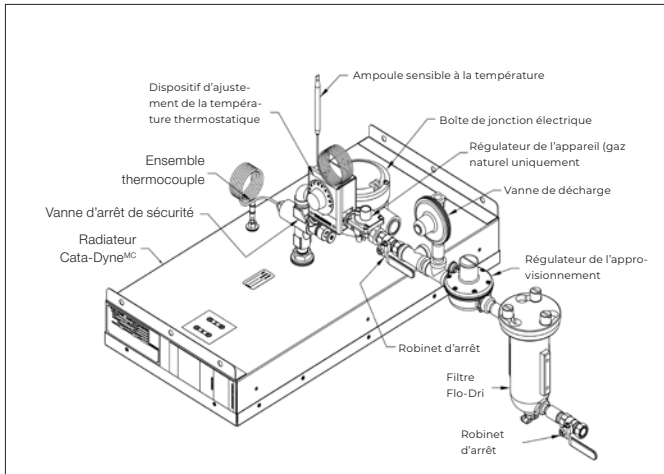
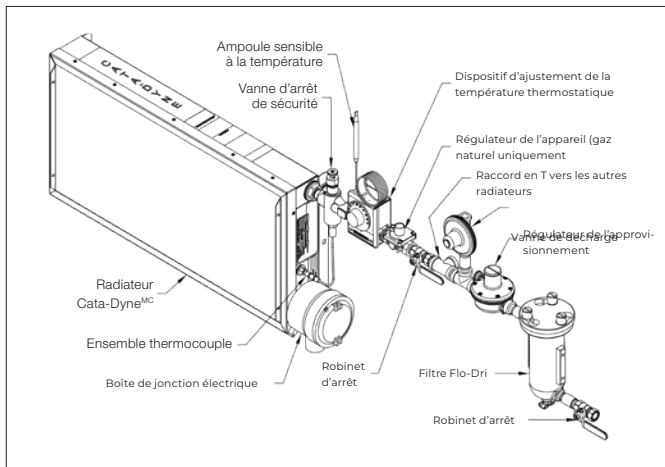

Figure 2 – Installation typique d'un radiateur Cata-DyneMC au gaz naturel
Figure 3 – Installation au gaz naturel typique (modèle MKII uniquement)
7. Pour l'installation, voir la Figure 2, page 18 pour le radiateur Cata-DyneMC typique et la Figure 3, page 18 pour le modèle MKII au gaz naturel.